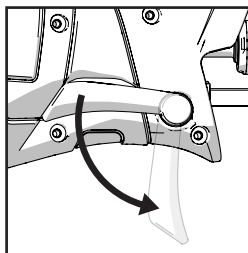

Fig. 4
- Lassen Sie den Verriegelungshebel der Kontaktplatte los. **(Abb. 4)**